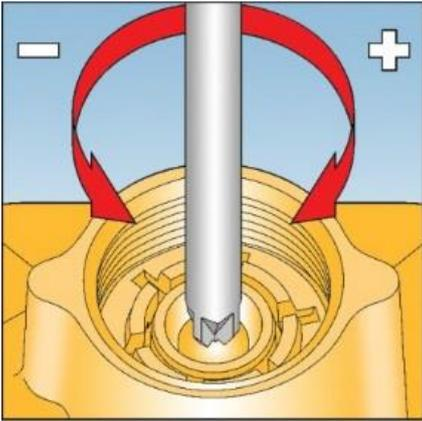

Fig. 8
8. Se houver bloqueio por baixa pressão, coloque uma chave de fenda no parafuso de ajuste no suporte da mola inferior. Veja Fig. 8.
17. Rearme o bloqueio por alta pressão soltando o pino de rearme e o puxando lentamente. Segure na posição até que a tubulação a jusante esteja toda pressurizada, então solte o pino de rearme gentilmente. Rosqueie o pino no corpo da válvula. Veja Fig. 8.
23. Lentamente gire o parafuso de ajuste de baixa pressão no sentido horário (+) até que o equipamento bloqueie por baixa pressão. Veja Fig. 8.